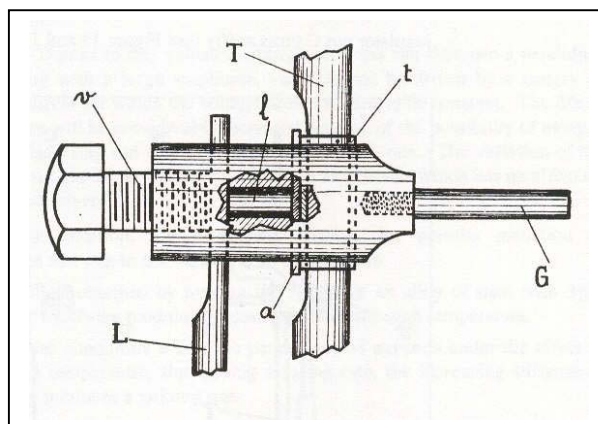

Bild 10
- Der Kontaktstift muss eine leitende Verbindung zur hinteren Pendelstange haben, zur vorderen muss er isoliert sein. Bild 10. Dazu ist vorne ein Isolierstück t um die Stange gelegt. Ein Drahtstück l klemmt den Kontaktstift fest, es geht leicht verloren! a ist eine Stahl- oder Messingplatte, die den Druck von l auf eine größere Fläche verteilt, um Beschädigungen von t zu vermeiden.